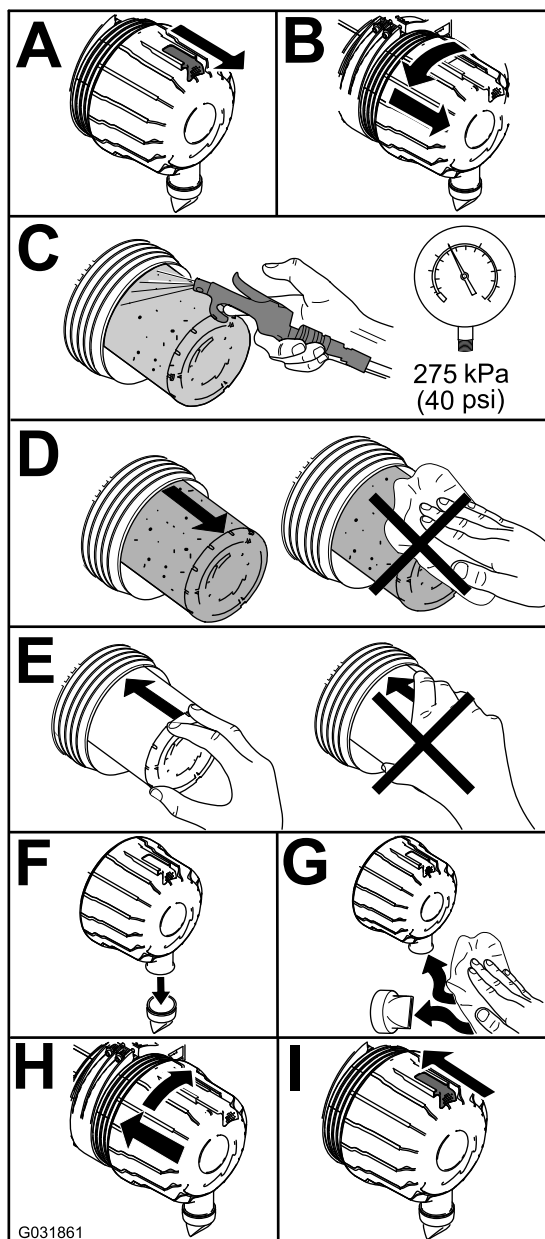

Figura 54
1. Cambie el limpiador de aire (Figura 54).